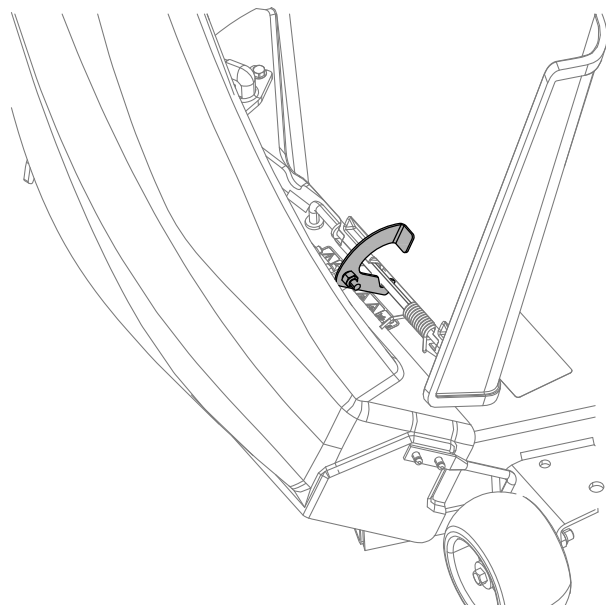

Figura 26
4. Sulla parte superiore del camino di scarico, agganciate il fermo a uncino all'asta di rotazione del gruppo deflettore (Figura 26 e Figura 27).